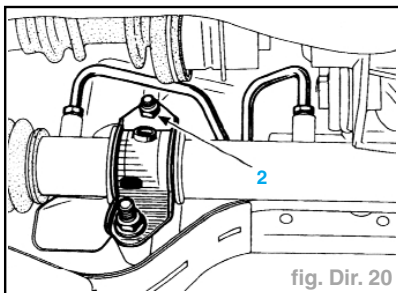

fig. Dir. 20
- la vis (2) du support D de la crémaillère de direction (fig. Dir. 20),